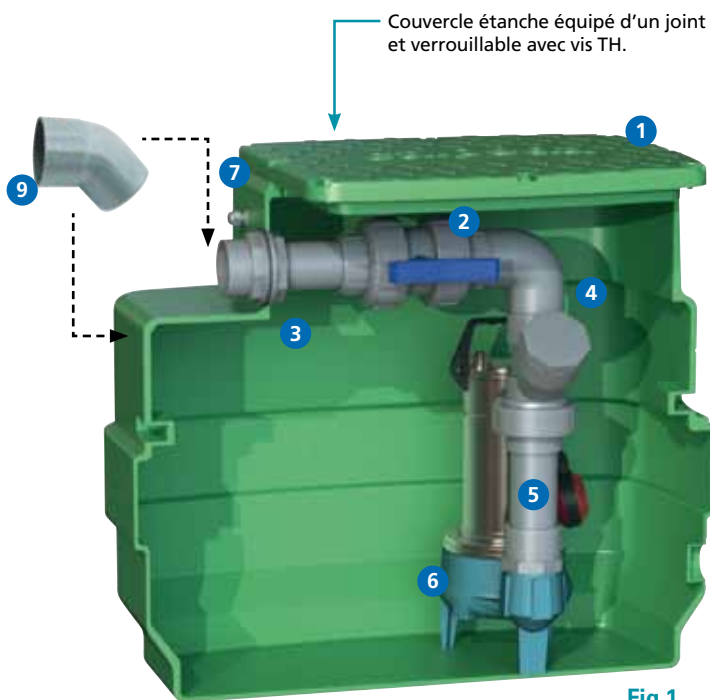

Fig.1
- Vérifier que la boule du clapet anti-retour **Rep.4 - fig.1** ne soit pas bloquée dans son logement par l'accumulation de matière, pour cela dévisser la partie haute du clapet et procéder à un contrôle visuel.